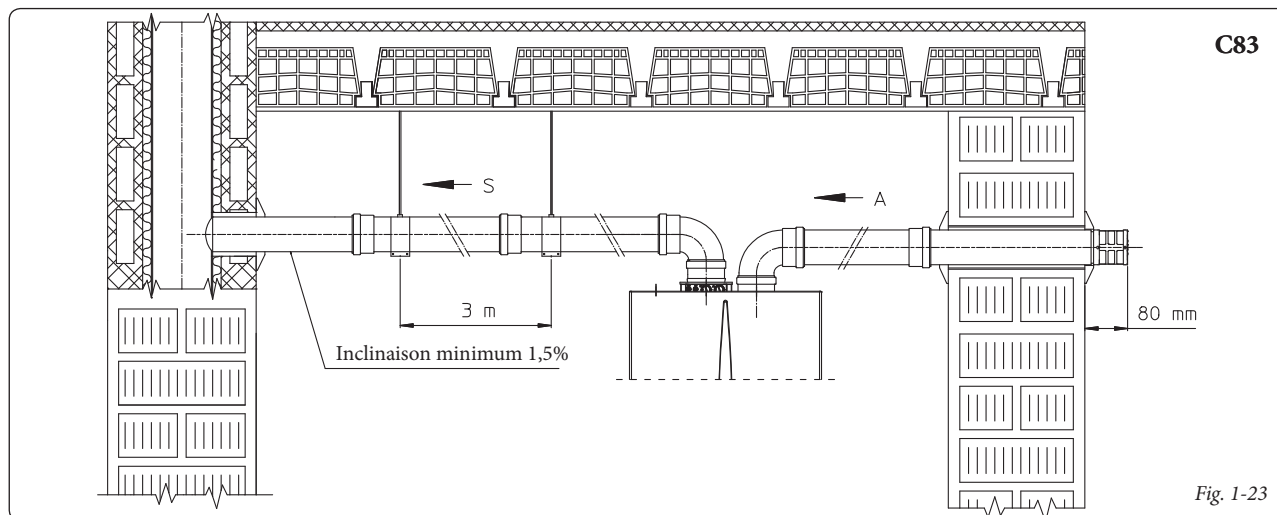

Fig. 1-23
N.B. Pour favoriser l'élimination de l'éventuelle condensation qui se forme dans le conduit d'évacuation, il faut incliner les tuyaux en direction de la chaudière avec une inclinaison minimum de 1.5% (Fig. 1-23).